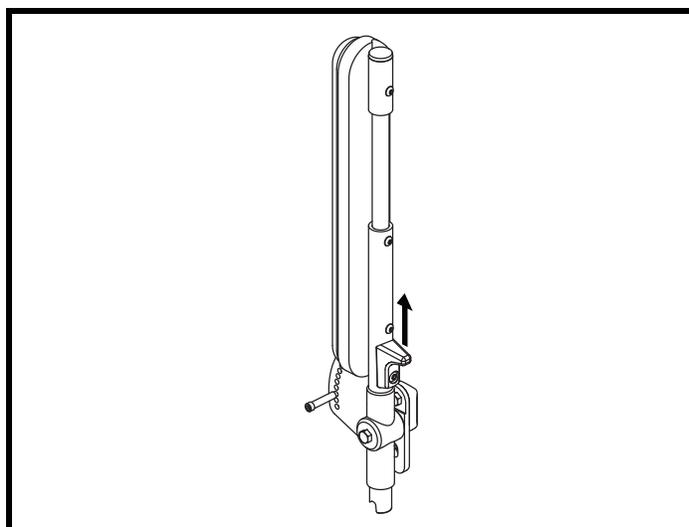

Figure 11. Verrou d'accoudoir – Accoudoir déplaçable
2. Relevez les accoudoirs vers le haut. Si votre fauteuil roulant est équipé d'accoudoirs déplaçables, pesez sur le verrou et déplacez l'accoudoir en le tirant vers l'avant. Vous entendrez un clic lorsque l'accoudoir sera bloqué à sa place. **Voir la figure 11.**